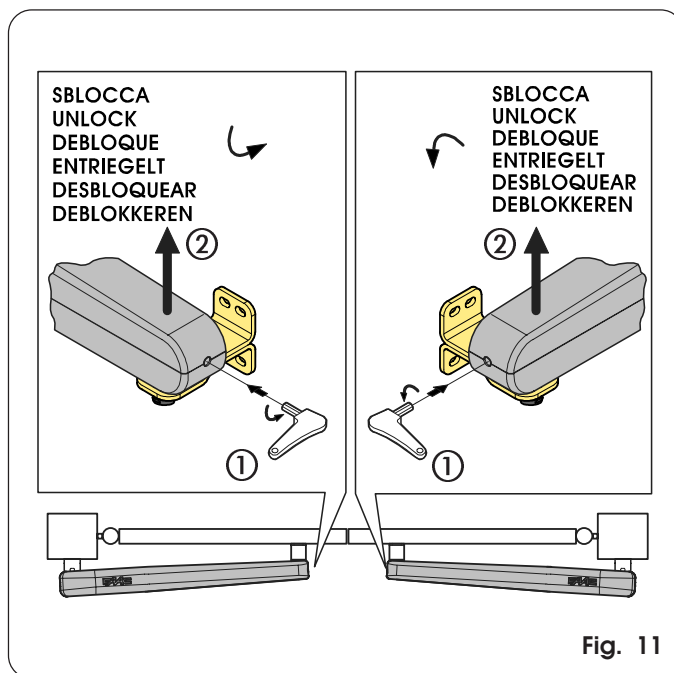

Fig. 11
- Steek de bijgeleverde inbussleutel in het voorste deel van de aandrijving en draai hem 5-6 slagen tegen de klok in (Fig. 11 Ref. ①).
- De aandrijving aan de voorkant optillen om deze uit de bevestiging los te maken (Fig. 11 Ref. ②) en de ontgrendelsleutel eruit halen.